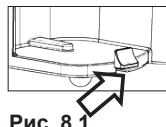

Рис. 8.1
- Доступно для *ATMOS C 161 / 261 Aspirator* Пожалуйста зафиксируйте DDS ёмкость снизу винтом. (Рис. 8.1)